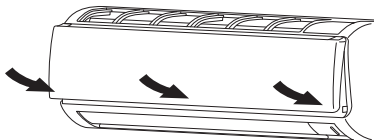

Fig. 3-45
- (b) Premere gli angoli inferiori destro e sinistro e il centro della griglia di aspirazione dell'aria per fissarla all'unità interna. (Fig. 3-45)